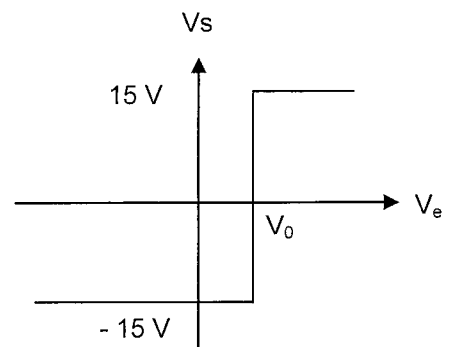

Figure 5
- A.2.2.** La caractéristique de transfert du circuit comparateur est représentée en **figure 5** du **document annexe 1**.